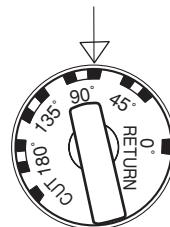
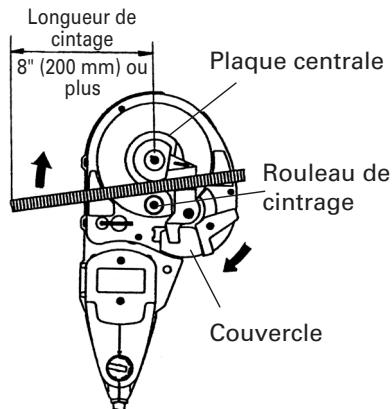

Fig. 13
Fig. 14
Lors du cintrage de barres béton de #3 (3/8"), #4 (1/2") ou #5 (5/8") de diamètre, il y aura une différence dans l'angle de cintrage même si la bague est à la même position à cause de la différence d'épaisseur des barres béton. Modifier légèrement la position de la bague de réglage en fonction du diamètre de la barre béton, même si l'angle de cintrage est le même, comme indiqué à la Fig. 13.
- (1) Disposer l'outil par rapport à la table rotative comme indiqué à la Fig. 14.
- (2) Vérifier que le couvercle est bien fermé.
- (3) Placer la bague de réglage à l'angle voulu (Fig. 13).
- (4) Placer la barre béton sur la plaque centrale et la disposer exactement comme indiqué sur la Fig. 14.
- (5) Tirer sur la gâchette et cintrer la barre béton.
- La longueur de cintrage minimum requise est de 8" (200 mm). Si la longueur de cintrage n'est pas suffisante, la barre béton peut se détacher pendant l'opération de cintrage, ou elle peut se briser en éclats qui pourraient s'éparpiller et être dangereux. (Fig. 14)